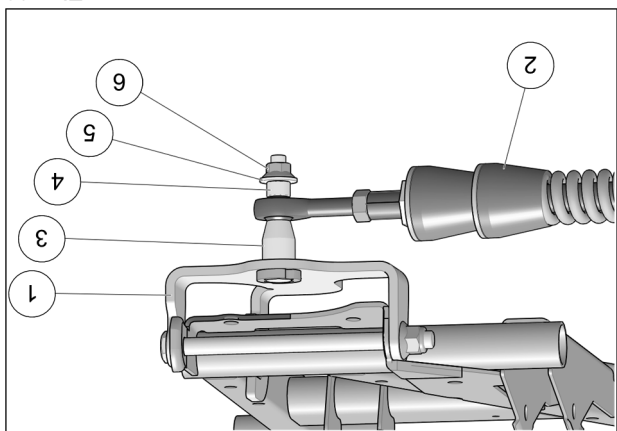

Fig. 12
11. Fixer le bras stabilisateur (2) à l'ancrage de suspension (1) à l'aide de l'espacer long (3), de l'espacer court (4), de la rondelle (5) et de l'écrou autobloquant (6). Serrer à un couple de 70 N•m [52 lb•pi]. Voir la Fig. 12